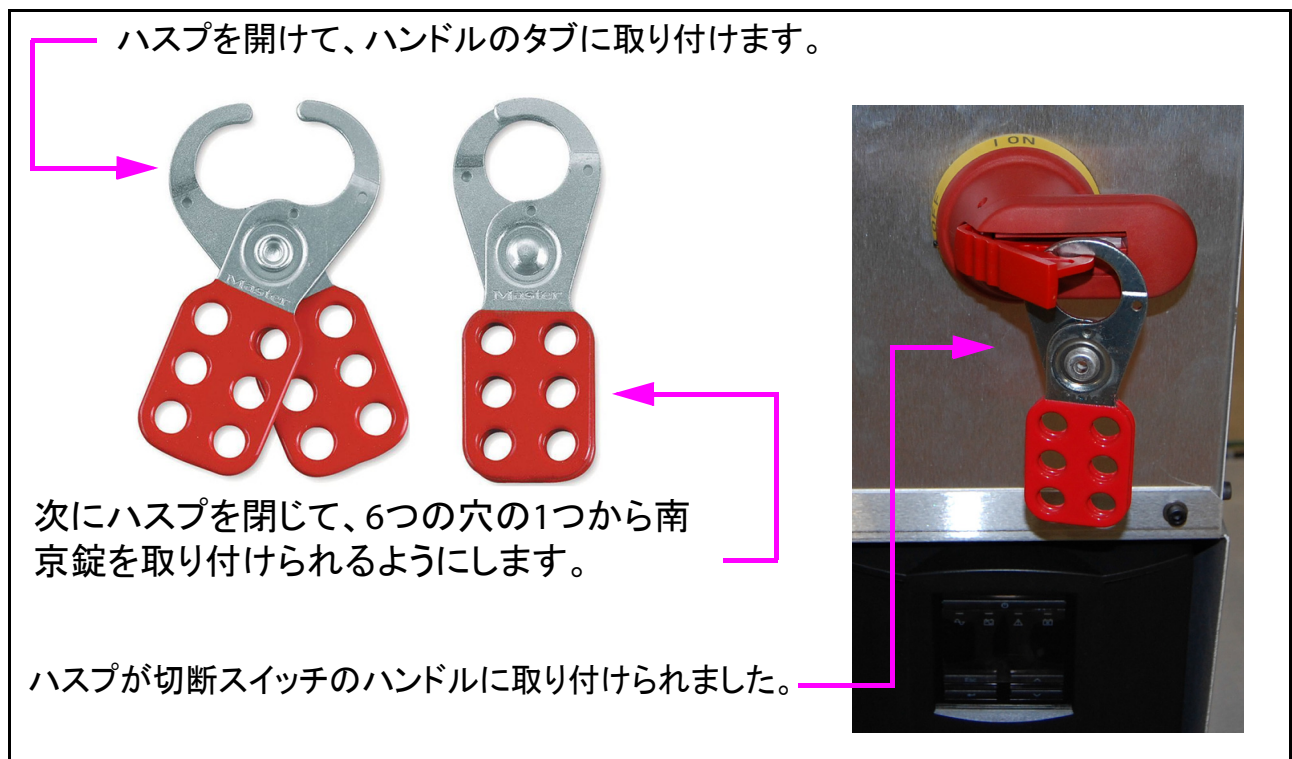

図 2-15 : ハスプの詳細
8. タブアウトをメインの切断スイッチのハンドル側に置き、ハスプをタブ越しに置きます（図 2-15）。